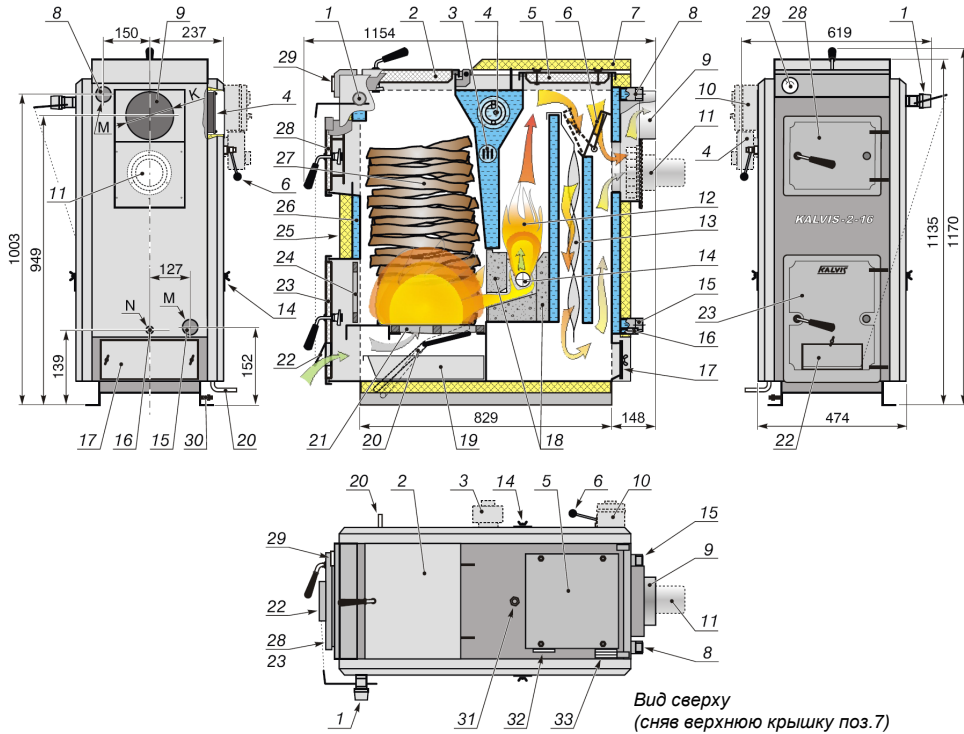

Рис. 1
Корпус котла (26) (см. рис. 1), сваренный из листовой специальной стали имеет полости, в которых нагревается вода. Толщина стенок внутренней части котла 6 мм, внешней – 3 мм.